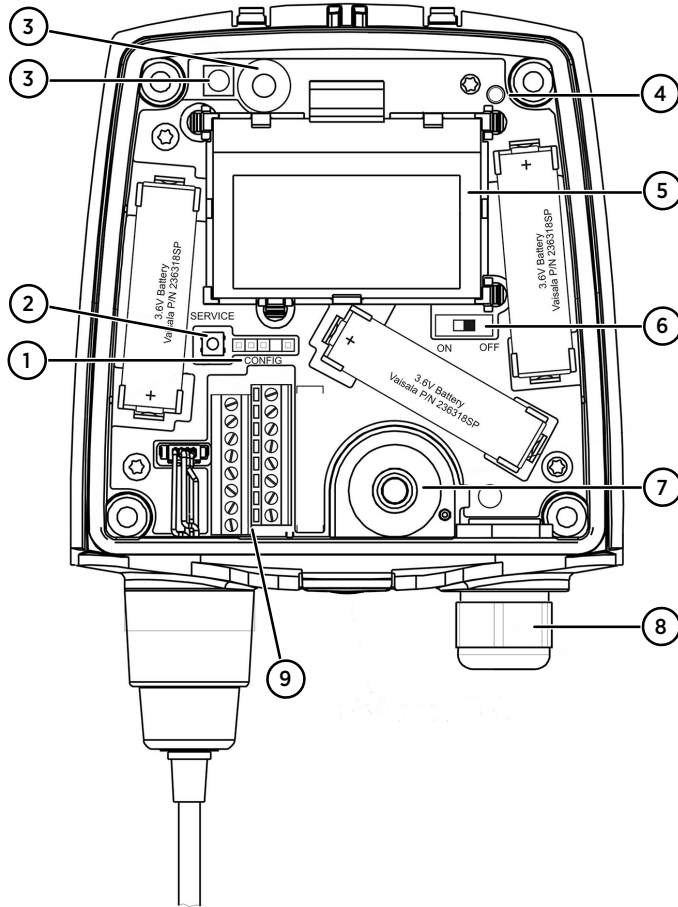

図 31 HMT140 部品構成図
4. 図 31 \(ページ 65\)に示すように、3.6V リチウムバッテリー（3 個）を取り付けます。